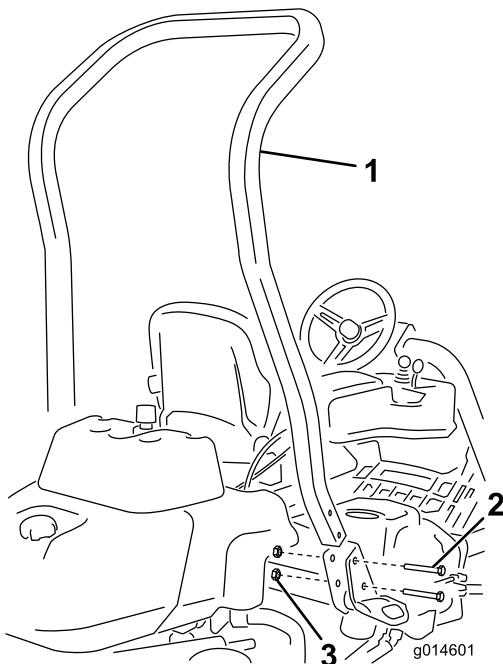

Figura 3
3. Instale la barra antivuelco en los alojamientos laterales de la máquina usando 4 pernos ($\frac{1}{2}$ " x $\frac{3}{4}$ " y cuatro tuercas con arandela prensada ($\frac{1}{2}$ " (Figura 3)..